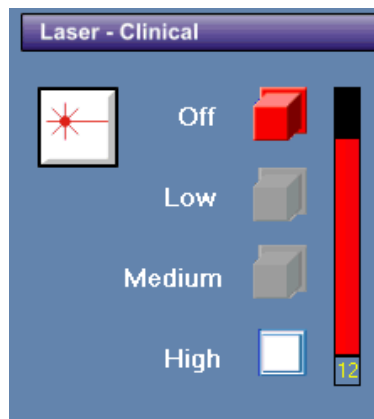

図 7-1. HIGH 設定でレーザーを作動
8. コントロール・パネルの一番上の部分にある青色の HIGH ボタンを押して、レーザーをオン状態にします(図 7-1)。選択されたボタンは、青から白に変わり、押された状態の表示になります。